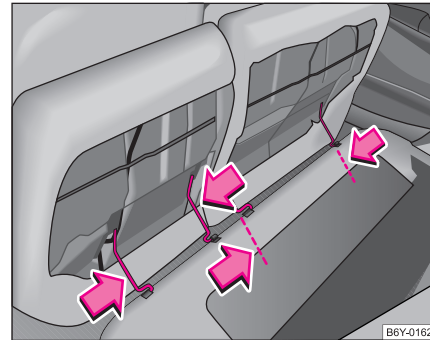

Fig. 54 Sacar los bancos traseros
- Presione el estribo de alambre en el sentido de la flecha ⇒ **fig. 54** y saque el banco posterior de la fijación.